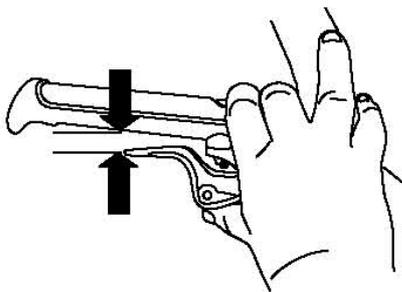

Рисунок 9.
5. Нажмите рычаг до упора, затем проверьте зазор между верхней стороной рукоятки и краем рычага блокировки колеса (рис. 9)